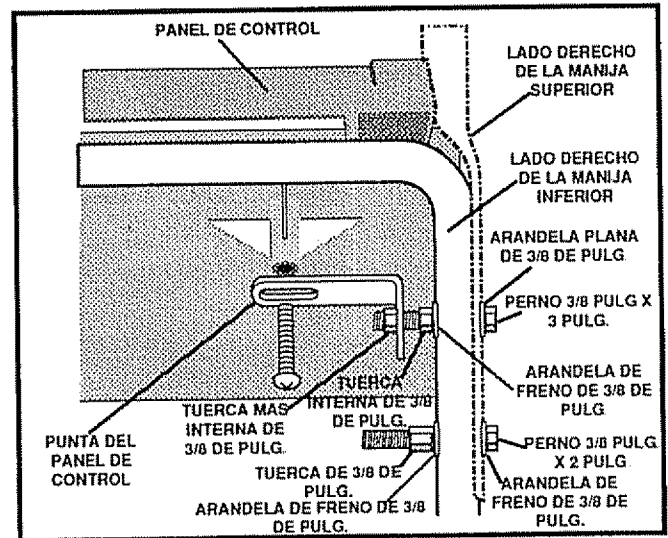

FIG. 4A
- Con dos llaves de tuercas de 9/16 de pulgada, afloje (pero no remueva) ambos pernos que aseguran las manijas superior e inferior al sujetar la tuerca interior en el lado interno de la manija al tiempo que se rota el perno externo en sentido contrario a las manecillas del reloj (Véase Fig. 4A, página 8).
- Sujete la tuerca interior y apriete el perno exterior contra la manija como se muestra en la Fig. 4A, página 8.
- Mientras sujeta el perno exterior, apriete la tuerca más interna contra el puntal del panel de control como lo muestra la Fig. 4A en la página 8.